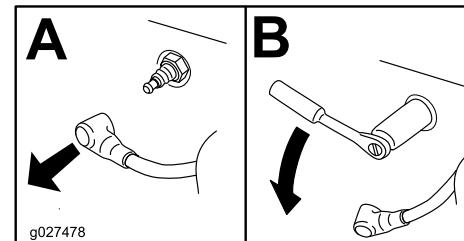

Figura 27
2. Localisez et déposez les bougies (Figura 27).